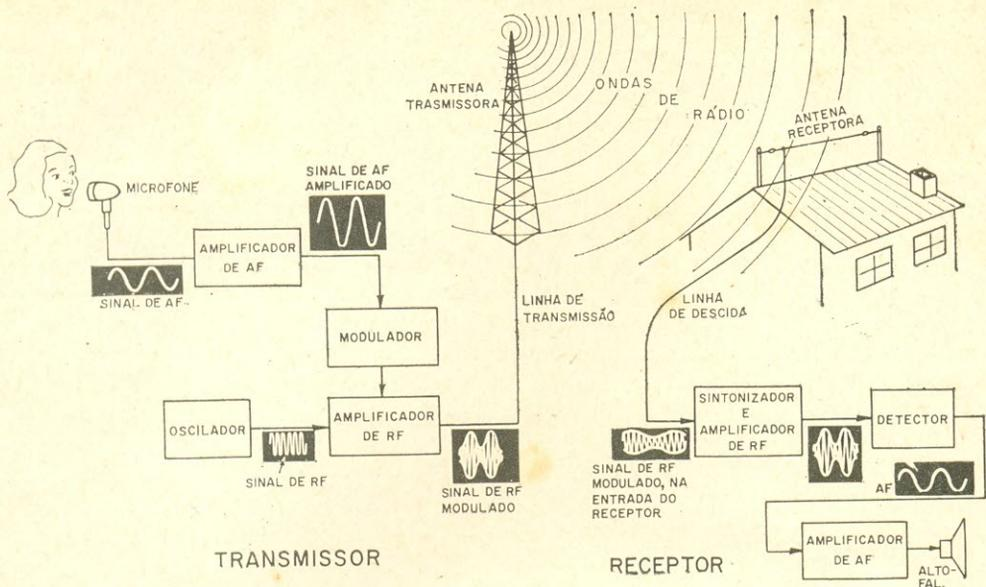

Figura 13.1
Na figura 13.1 se ilustra a constituição dos equipamentos de transmissão e recepção. No transmissor, a radiofrequência da onda porta-
dora é gerada em um estágio denominado **oscilador**. O sinal de RF do oscilador é, geralmente, muito fraco, e precisa ser amplificado. Para isso existe um ou mais estágios amplificadores de RF. Para simplificar o desenho, o transmissor da figura 13.1 aparece apenas com um amplificador de RF.
Como vimos na lição passada, se desejarmos transmitir a voz ou a música, deveremos modular a portadora de RF pelo sinal de AF. No transmissor da figura 13.1 o sinal de áudio é produzido no microfone e amplificado em um ou mais estágios amplificadores de AF. A necessidade de amplificação do sinal de AF é a mesma que a do sinal de RF: o sinal de áudio procedente do microfone é de nível bastante fraco e não tem potência suficiente para modular o sinal da portadora (RF). Depois de amplificado, o sinal de AF vai ao modulador, que efetua a modulação da portadora. A portadora modulada é, a seguir, transferida para a antena, de onde é irradiada como uma onda eletromagnética.